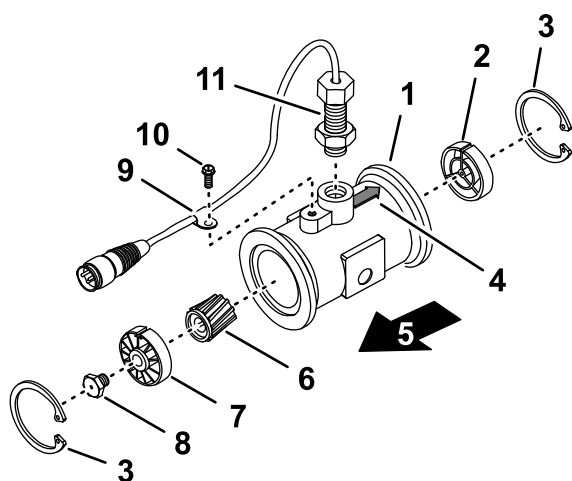

Рисунок 111
3. Снимите стопорное кольцо со стороны входа (Рисунок 111).